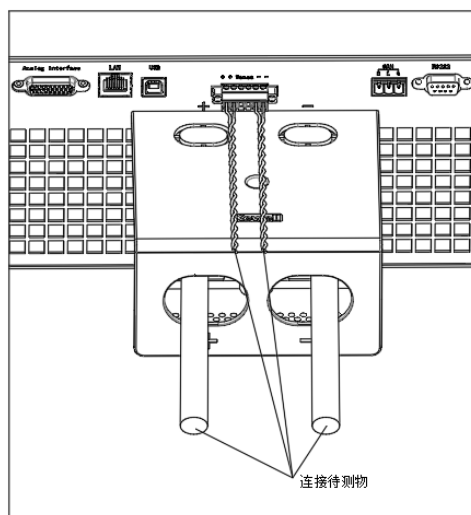

图 2-5 远端感测连接示意图
(1) 远端感测连接口位于后背板的直流输出端子的正上方。
(2) 正确的连接“Sense”可确保输出电压即为设定电压，本产品最多可补偿 5% 满量程电压的压降。
(3) 远端感测导线需使用双绞线连接，连接方法如图 2-5 所示，连接线的线径一般使用 22AWG，且耐压符合要求。
(4) 远端感测导线需要正确的连接在输出直流端子上，或负载待测物的输入端，即“+”端连接至电源输出端子的“+”或连接待测物输入的“+”端；而“-”端连接至电源输出端子的“-”或连接至待测物输入的“-”端。若极性接反，会导致输出电压降为 0，且会提示设备出现故障。